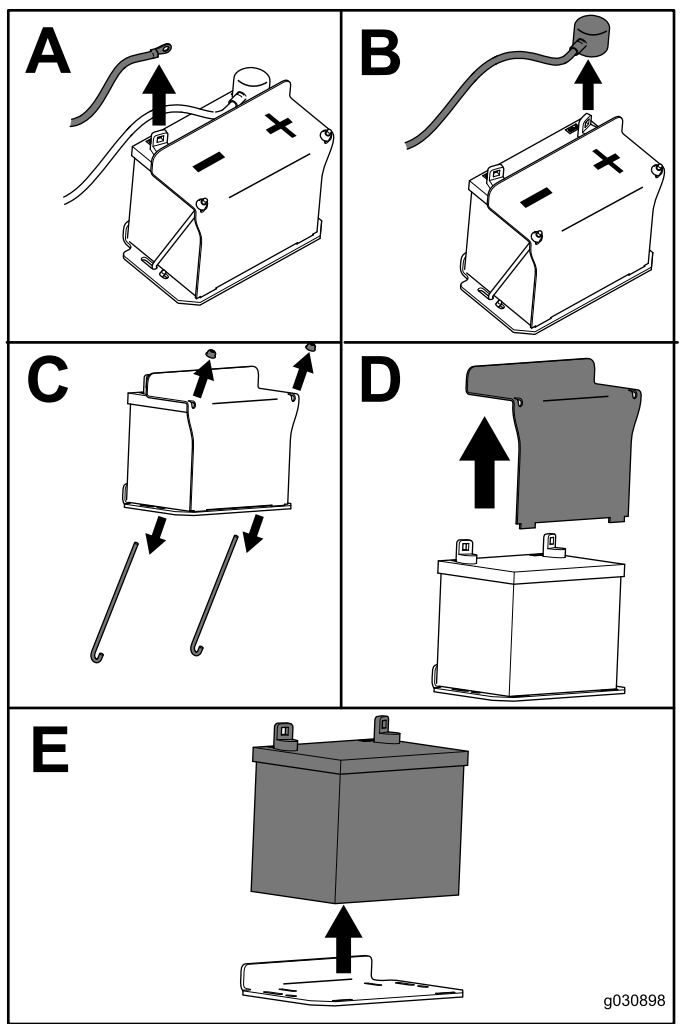

Bild 54
3. Nehmen Sie die Batterie heraus, wie in Bild 54 abgebildet.